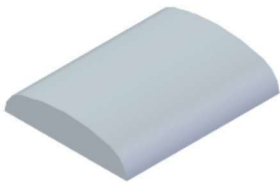
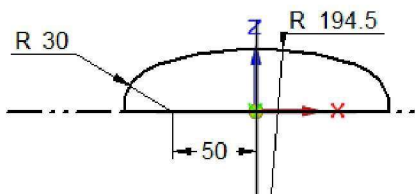

图 2.2 拉伸特征 1
图 2.3 特征截面草图
Step2. 创建图 2.2 所示的拉伸特征 1。在 **实体** 区域中单击 按钮，选取前视图 (XZ) 平面作为草图平面，绘制图 2.3 所示的截面草图；绘制完成后，单击 按钮；确认 与 按钮不被按下，在 **距离** 下拉列表中输入值 200.0，并按 Enter 键；拉伸方向为 Y 轴的正方向，在图形区空白区域单击；单击 **完成** 按钮，单击 **取消** 按钮，完成拉伸特征 1 的创作。